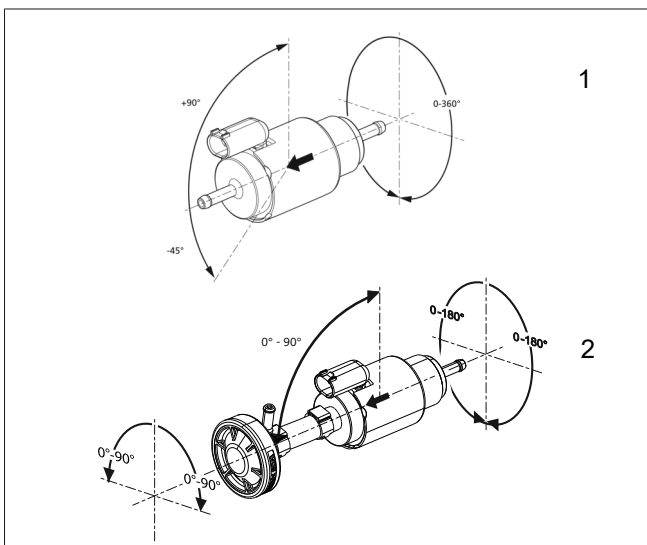

Abb. 13 Zulässige Einbaulage Kraftstoffpumpe
- Korrekte Einbaulage sicherstellen (siehe Abb. 13).